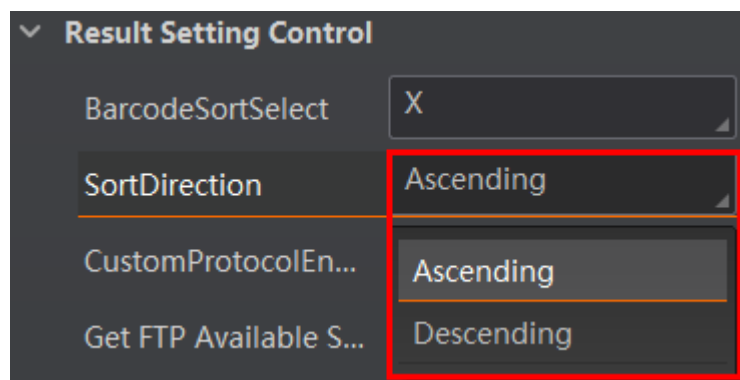

图3-56 条码输出排序规则
4. （可选）BarcodeSortSelect 参数选择为 X 或 Y 时，需要设置 SortDirection 参数，即排序规则。可选择 Ascending（升序）或 Descending（降序），如图 3-56 所示。